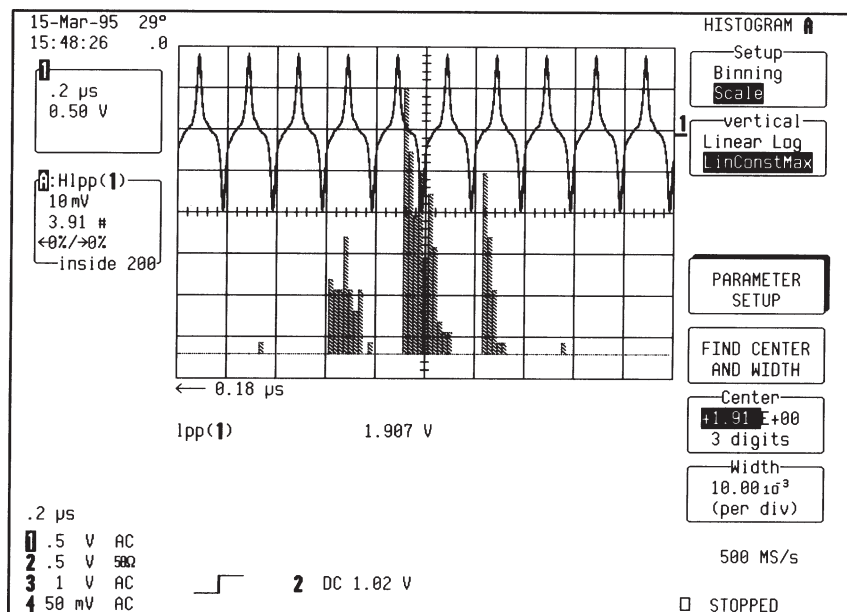

図 14
3. “LinConstMax”。縦軸目盛りを、オシロスコープで表示できる縦軸全体を用いてリニアに表示します（図 14）。ヒストグラムの高さはほとんど一定に保たれます。